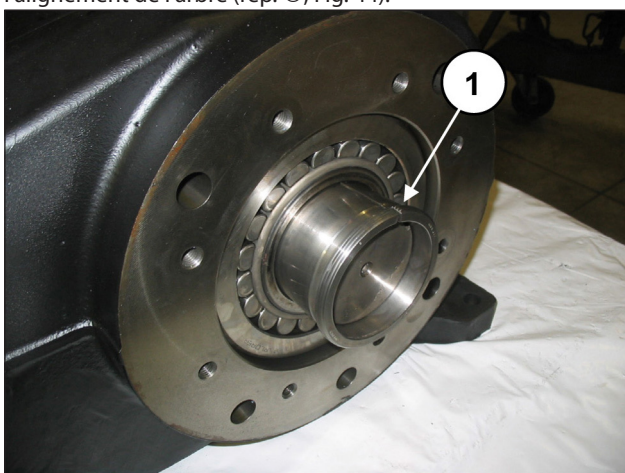

Fig. 44
Insérer manuellement la douille de pression pour assurer l'alignement de l'arbre (rep. ①, Fig. 44).